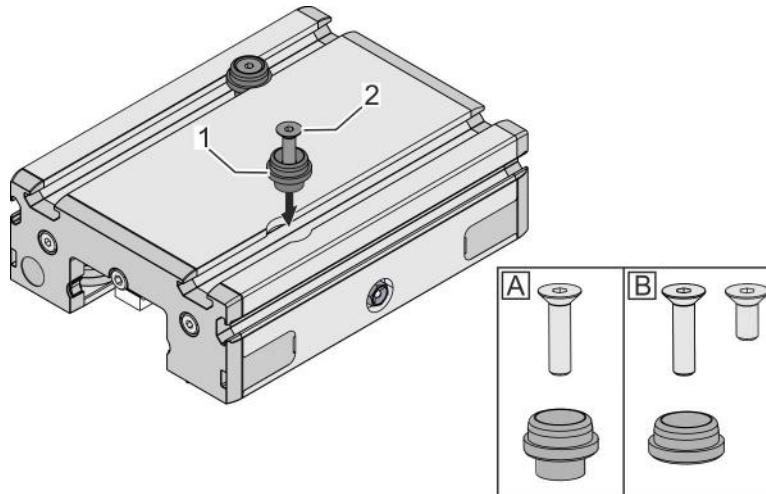

Fig. 38: Montaggio dei kit di centraggio
1. ➤ Posizionare i kit di centraggio (Fig. 38/1) nei fori predisposti del carrello di guida.
2. ➤ Stringere la vite (Fig. 38/2):